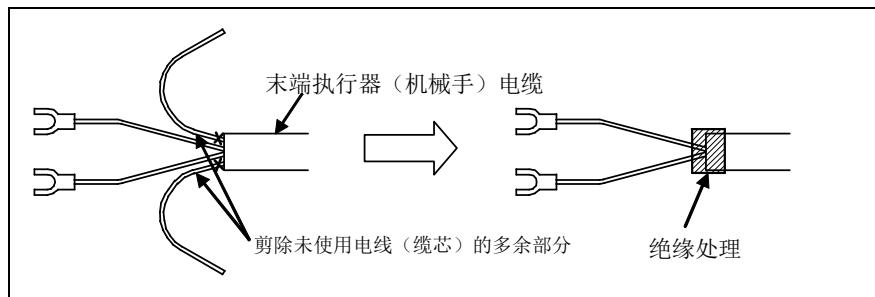

图 5(a) 末端执行器(机械手)电缆的处理方法
- 请剪除末端执行器（机械手）电缆的未使用电线（缆芯）的多余部分并进行绝缘处理。如缠绕醋酸布胶带等。（见图 5(a)）